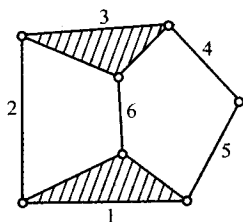

图 1-1 题 1.1.3 图
1.1.3 在图 1-1 的平面运动链中,若构件 1 为机架,构件 5 为原动件,则成为_____级机构;若以构件 2 为机架,3 为原动件,则成为_____级机构;若以构件 4 为机架,5 为原动件,则成为_____级机构。